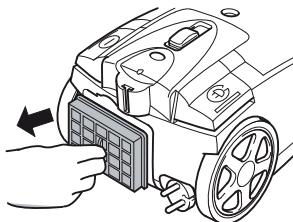

Abb. 28
- Entnehmen Sie den Hygiene-Ausblasfilter (Abb. 28).